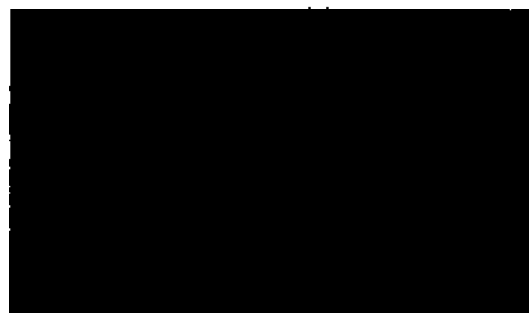

Рисунок 224. Модель НЦИ и зарегистрированная облака точек EnSite™ NavX™ Navigation and Visualization Technology, Sensor Enabled™
6. Оцените результат регистрации и продолжите при необходимости размещение контрольных точек (Рисунок 224). При определении контрольных точек в наложении первая точка размещается на модели EnSite™ NavX™ Navigation and Visualization Technology, Sensor Enabled™, а вторая точка – на модели НЦИ.